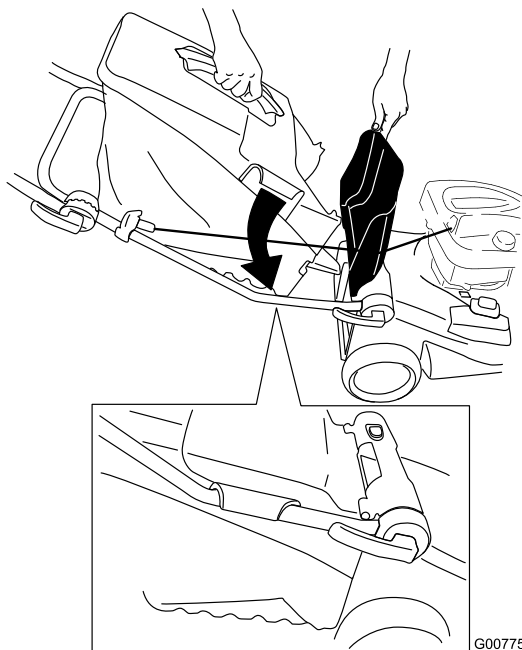

Figure 18
2. Soulevez et bloquez le volet arrière, placez le bac sur le guidon et abaissez le volet (Figure 18).